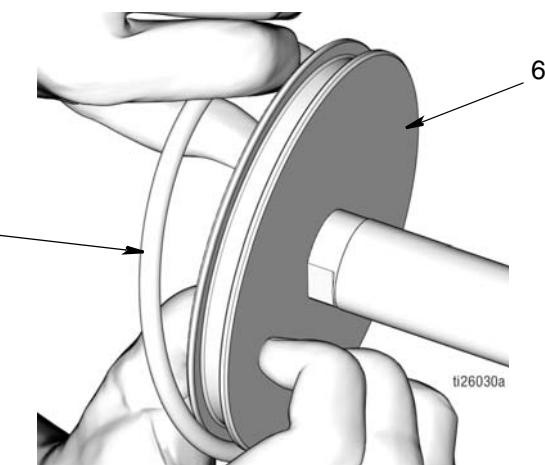

图 50
- 在 O 形圈 (7) 上抹上薄薄一层滑脂。在活塞 (6) 上安装 O 形圈 (7)，如 图 50 所示。